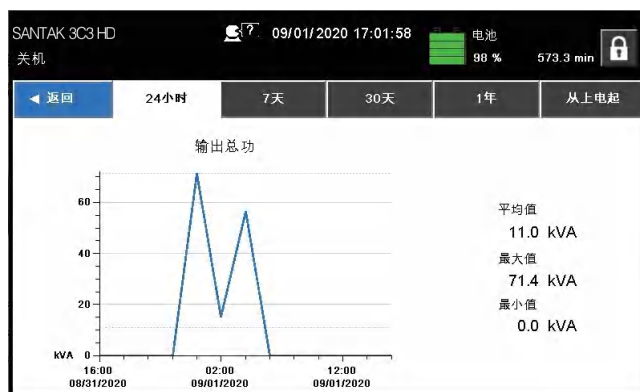

图6-6：主屏幕中的输出总功屏幕
- ① 表示允许选择其他语言的图
- ② 请参见图6-6 “主屏幕中的输出总功屏幕”